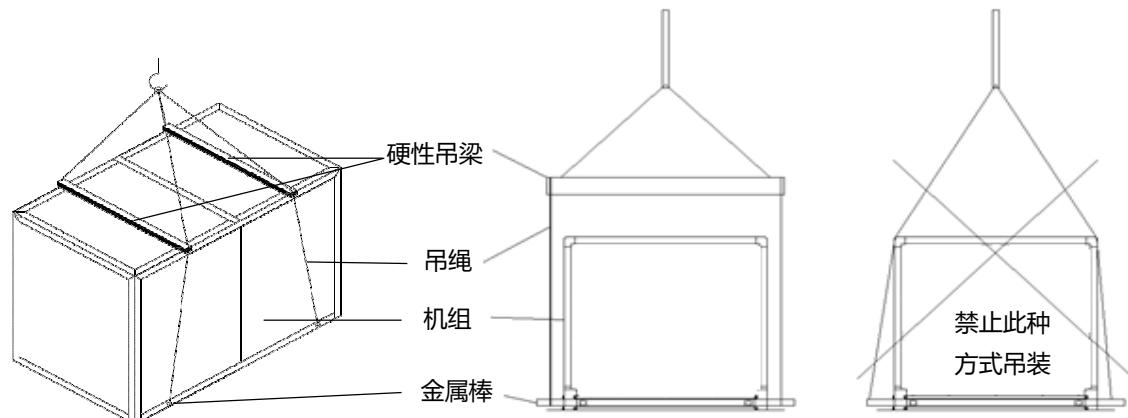

图 2.1 起重机起吊示意图
- 起吊时须按图2.1所示方法操作,以免发生危险或损坏机组。起吊时钢绳与箱体接触的地方应垫硬纸皮之类材料以防钢绳磨伤机组。